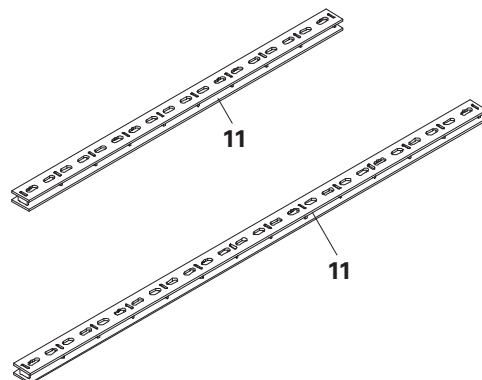

Fig. A5.01
Para esta finalidade, podem ser utilizadas as uniões VKZ 147 ou VKZ 211 (11). (Fig. A5.01)